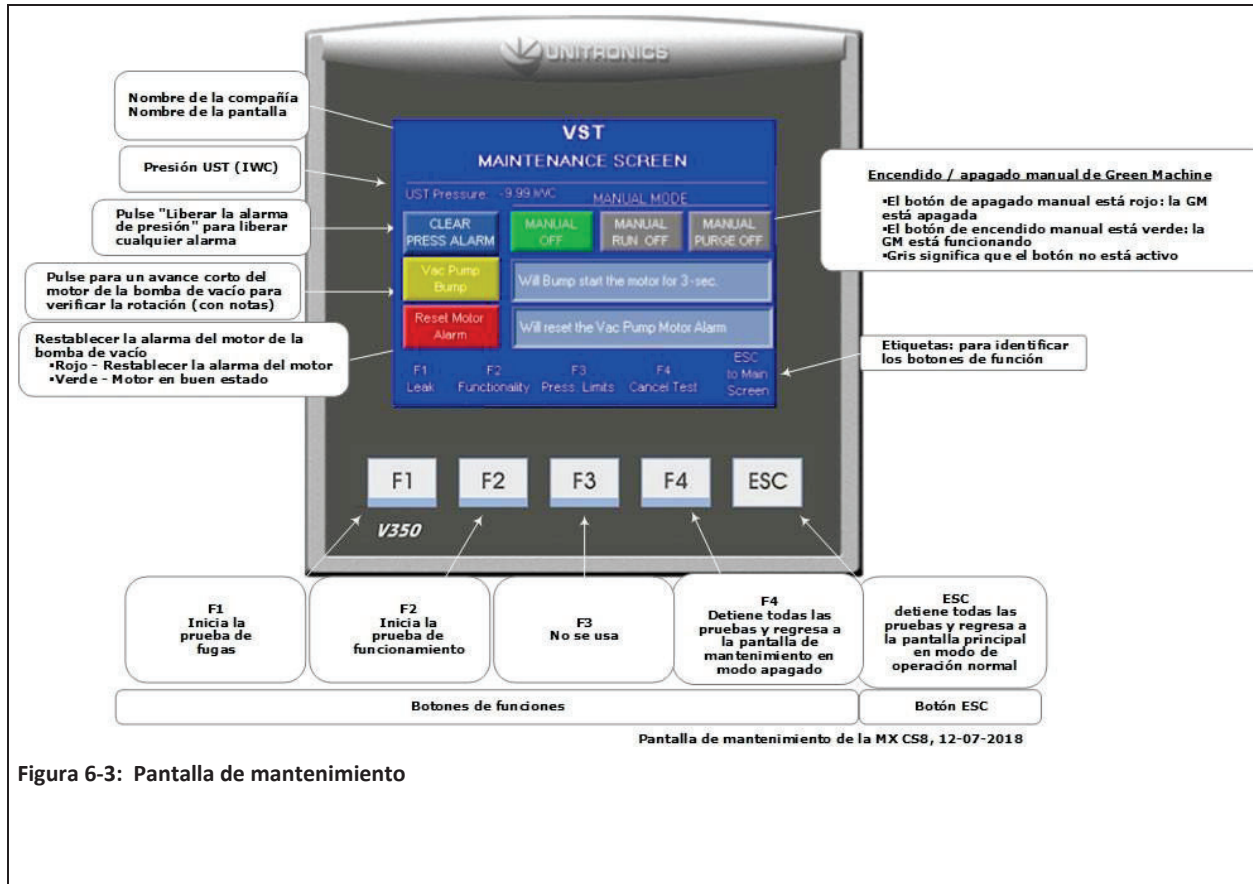

Figura 6-3: Pantalla de mantenimiento
1. Asegúrese que la pantalla de mantenimiento se muestre en el PLC. **Vea la Figura 6-3.** (La GREEN MACHINE ahora está en el modo Manual OFF [apagado manual] y no funcionará.)
1. En la pantalla de mantenimiento, presione el botón de pulsación de la bomba de vacío para acceder a la pantalla de confirmación de arranque del motor. **Vea la Figura 6-3.**